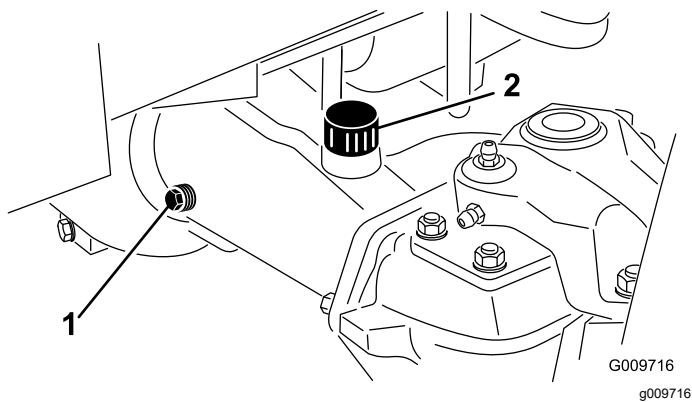

Figura 109
- Togliete il tappo di controllo da un'estremità dell'assale (Figura 109) e verificate che l'olio raggiunga la base del foro. Se il livello è basso, togliete il tappo di riempimento (Figura 109) e rabboccate con olio finché non raggiunge la base del foro del tappo di controllo.